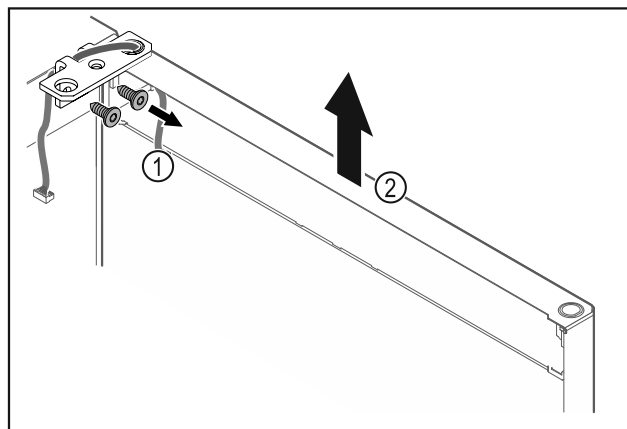

Fig. 21
- ▶ Scharnierhoek Fig. 21 (1) losschroeven.
- ▶ Deur inclusief scharnierhoek Fig. 21 (2) circa 200 mm recht omhoogtillen en verwijderen.